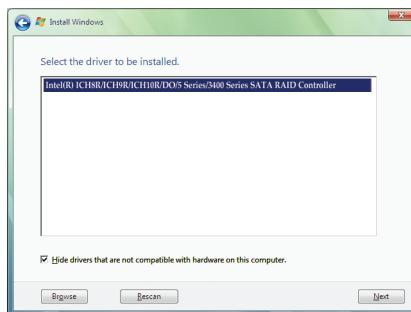

Figura 5
Quando aparecer uma tela conforme mostrada na Figura 5, selecione **Intel(R) ICH8R/ICH9R/ICH10R/DO/5 Series/3400 Series SATA RAID Controller** e clique **Next**.